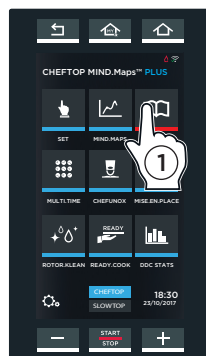

fig. P1
① Raak het symbool "PROGRAMMA'S" aan (fig. P1);